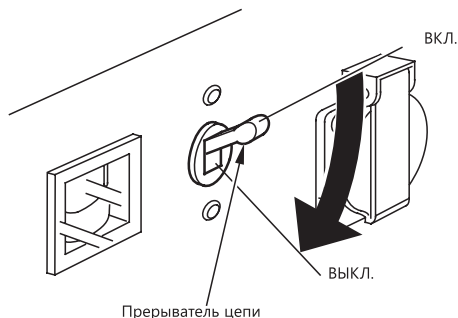

Рис. 4. Прерыватель переменного тока
- Внимание! Не подсоединяйте электрооборудование к генератору до пуска. Поверните прерыватель/переключатель переменного тока в положение «ВЫКЛ.» (рис. 4).
- Вставьте вилки электрооборудования в нужные гнезда (рис. 4).
- Переключите выключатель электрооборудования переменного тока в положение «ВКЛ.» (рис. 4).